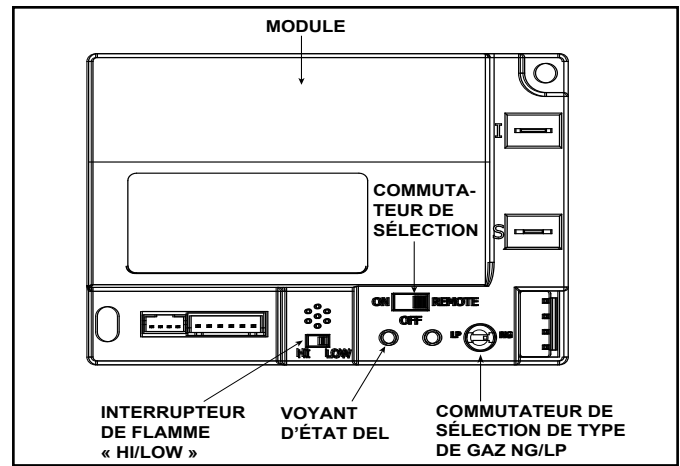

Figure 3.7 Module de commande
1. Le module de commande est équipé d'un commutateur de sélection « ON/OFF/REMOTE » qui doit être réglé. Voir la figure 3.7.
2. Si un interrupteur mural câblé est utilisé quand le mode à « REMOTE » du module est activé, la hauteur des flammes peut être réglée au moyen du commutateur de sélection « HI/LO » du module. Voir la figure 3.7. Notez que le commutateur de sélection de flamme « HI/LO » sera désactivé une fois la télécommande optionnelle (RC200/RC300) programmée au module de commande. Notez que le module de commande allumera toujours le foyer à « HI » et conservera ce réglage pendant les 10 premières secondes de fonctionnement. Si le commutateur « HI/LO » est en position « LO », la hauteur de flamme se réglera automatiquement au minimum après 10 secondes. Une fois ces 10 secondes écoulées, la hauteur de la flamme pourra être ajustée de « HI » à « LO » au moyen du commutateur.
- Localisez le module du commutateur de sélection. (Voir la figure 3.7).
- Attendez cinq (5) minutes pour laisser les gaz se dissiper.